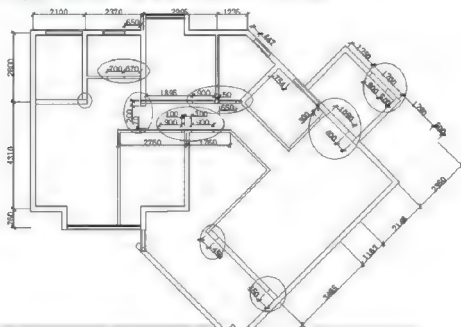

图 7-27
**步骤 2：**使用直线工具 $\text{LINE}$ 和偏移工具 $\text{OFFSET}$ ，在墙线上需要开门洞的地方绘制直线段并偏移直线段。绘制和偏移得到的直线段，如图 7-27 所示。